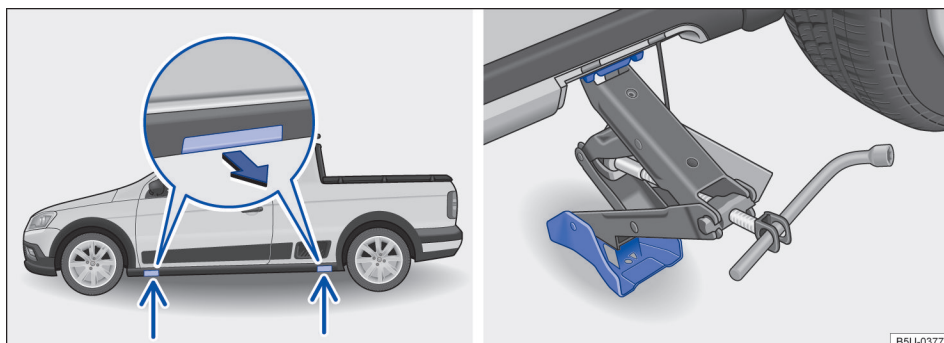

Fig. 172 Puntos de apoyo del gato y gato colocado en el lado izquierdo trasero del vehículo - vehículos con estribos exteriores.
El gato únicamente se puede colocar en los puntos de apoyo indicados (cubierta extraíble) → fig. 172. Es válido el punto de apoyo ubicado próximo a la rueda correspondiente → ⚠.
7. Desencajar la cubierta de acceso al punto de apoyo del gato, en el sentido de la flecha → fig. 172.
9. Garantizar que la base del gato, con toda su superficie, esté sobre el piso y que la base se encuentre perpendicularmente por debajo del punto de colocación → fig. 172.
10. Alinear el gato y, simultáneamente, levantar la palanca del gato hasta que se encaje en el travesaño debajo del vehículo → fig. 172.
- Posicionar el gato únicamente en los puntos indicados. La palanca del gato debe encajarse en el perfil del larguero de forma segura → fig. 172.